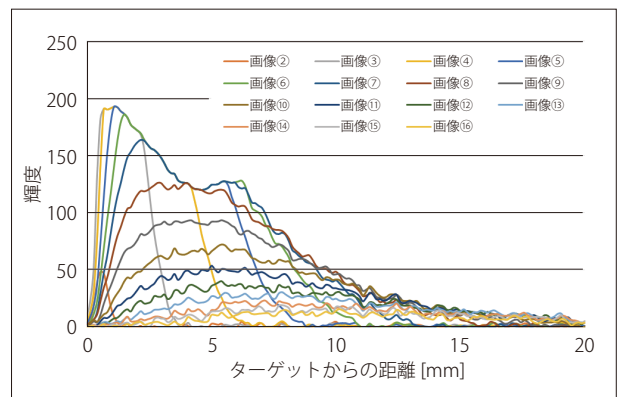

Fig. 3 レーザーアブレーションプラームの輝度
Fig. 3 にターゲットからの距離とターゲットから垂直方向の輝度の関係を示します。この輝度は画像②～画像⑬のそれぞれの輝度から画像①の輝度（レーザー照射前）を引いたものになります。Fig. 3 よりアブレーションプラームの広がり方がわかります。また、画像間が 100 nsec であることを考慮すると、レーザーアブレーションプラームの速度を求めることができます。